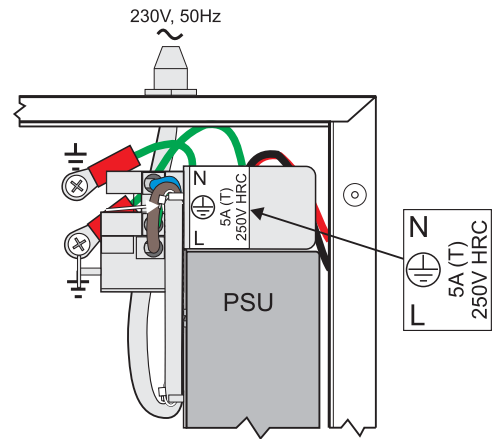

Figura 6 - Entrada de alimentación - todas las centrales
- Conecte el cable neutro (azul) al terminal superior y conecte el cable de fase (marrón) al terminal inferior. El bloque de terminales de alimentación principal incluye un fusible que proporciona la protección adecuada contra sobre corrientes. La capacidad del fusible se indica en la etiqueta interna de la central (situada en la parte frontal del soporte de la fuente de alimentación, véase la **Figura 6**) y en el **Apéndice 1. Especificaciones** de este documento. En caso de ser necesario, se debe sustituir por un fusible del mismo tipo o equivalente.